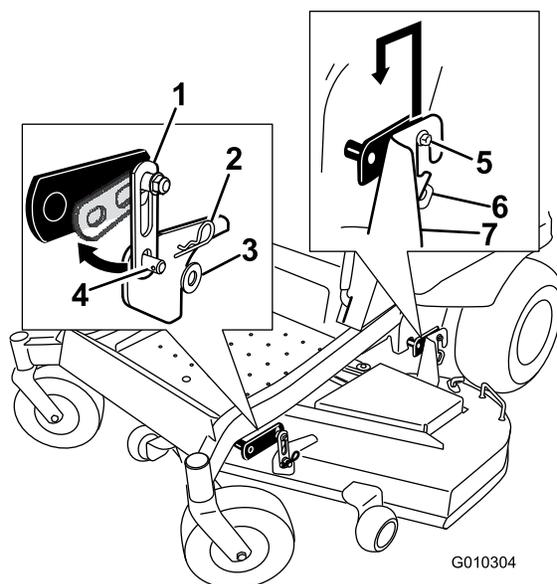

Figure 67
2. Enlevez les fixations des patte de fixation avant de chaque côté du tablier de coupe (Figure 67).
3. Soulevez le tablier de coupe avec précaution pour le dégager des boulons des pattes de fixation arrière et abaissez l'avant du tablier au sol (Figure 67).
2. Enlevez les fixations des patte de fixation avant et arrière de chaque côté du tablier de coupe (Figure 67).